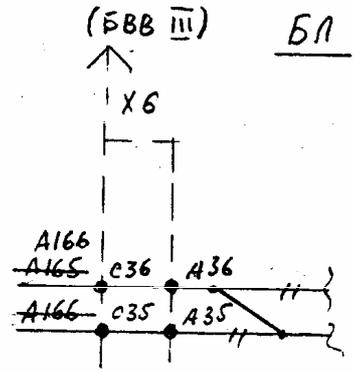

Рис. 17
8.4.1. На третьем блоке БВВ задействованы только входы, выходы не используются. Доработка делается по рис. 17. Адреса входов третьего блока 166000, 166002, 166004, 166006, 166010, 166012, 166014, 166016 (станок ЛР395).